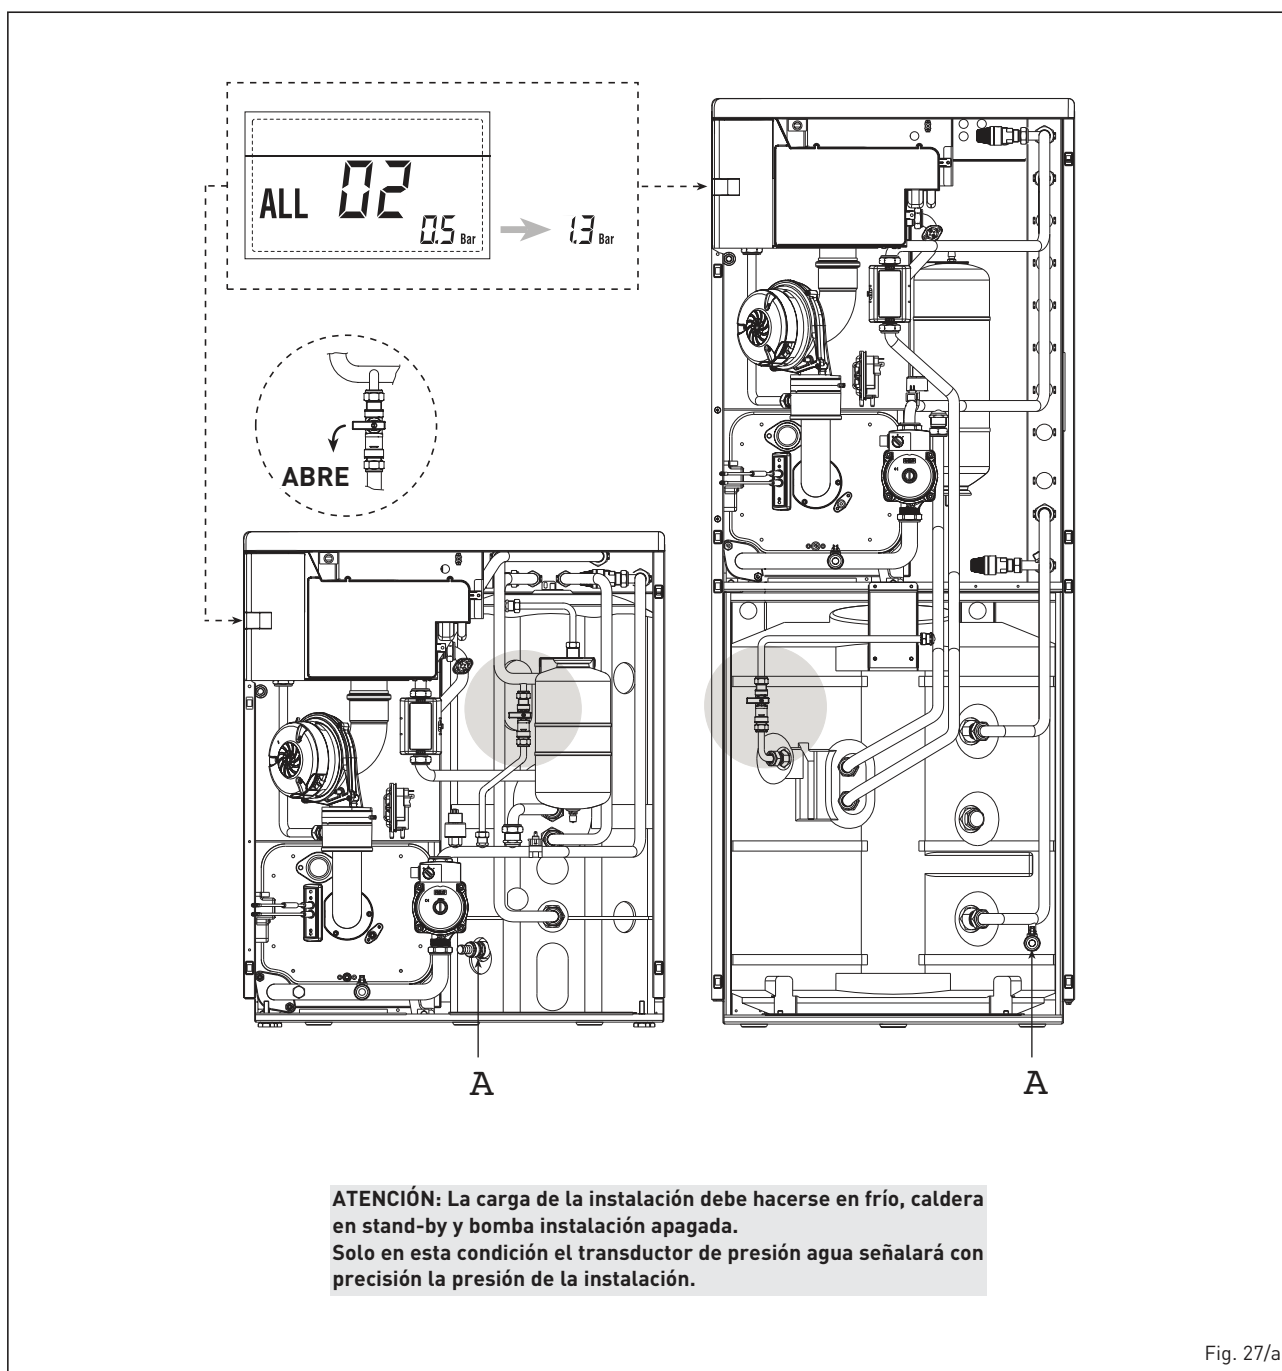

Fig. 27/a
- **ALL 02 (fig. 27/a)**
- **ALL 06 (fig. 27/c)**
- ALL 07 (fig. 27/d)